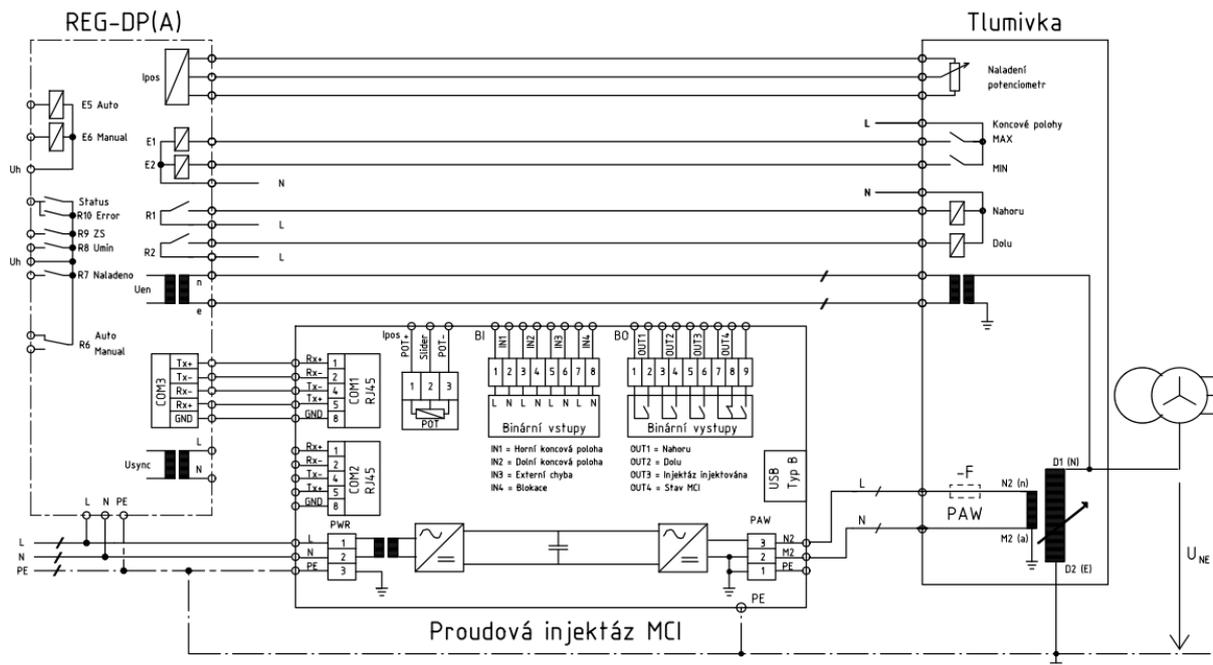

Рис. 5: Типичное подключение реактора, регулятора и инъекции в режиме 2.
Коннекторы должны быть подключены согласно главе 5.9. Рис. 5 показывает типичное подключение инъекции MCI, регулятора REG-DP(A) и реактора в режиме 2.